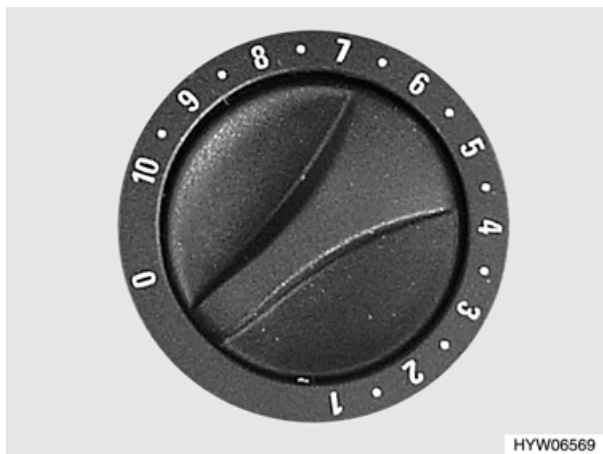

Fig. 69 Pomello girevole del riscaldamento
- Impostare il pomello girevole (Fig. 69) del riscaldamento sul valore desiderato e premere in basso fino all'arresto.
- Impostare il pomello girevole (Fig. 69) sul riscaldamento sulla posizione "0". Così il dispositivo di accensione viene contemporaneamente disinserito.